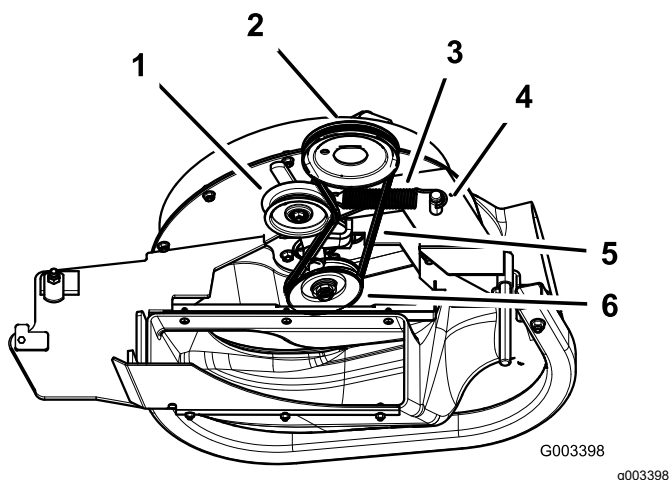

Figura 42
3. Tirate indietro la puleggia tendicinghia a molla, per allentare la tensione della cinghia (Figura 42).
5. Montate la nuova cinghia attorno alle pulegge del soffiatore e alla puleggia del piatto di taglio del tosaerba (Figura 42).
7. Tirate indietro la puleggia tendicinghia a molla e installate la cinghia nella puleggia tendicinghia a molla (Figura 42).